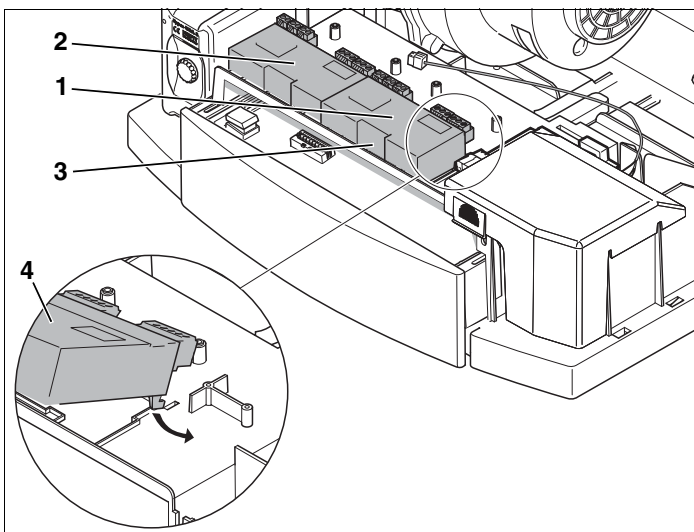

Fig. 2 Accrocher et enclencher le module
- Insérer les crochets du module de fonction (fig. 2, **pos. 4**) dans les évidements et enclencher au niveau du verrouillage (fig. 2, **pos. 3**).